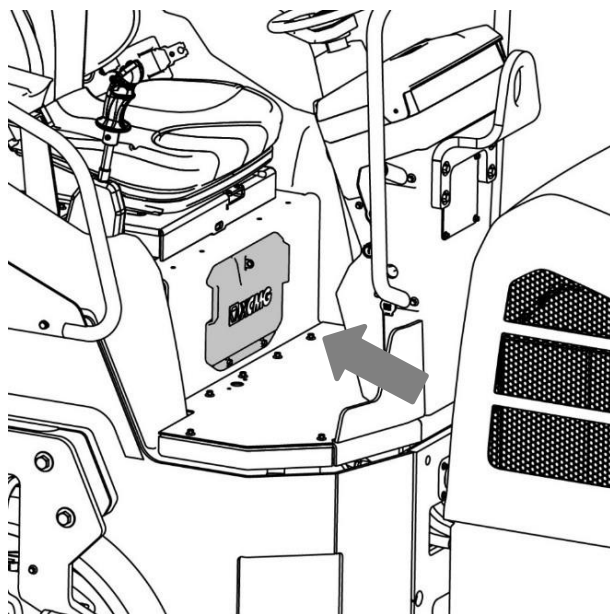

Рисунок 1-1: Место для хранения данного руководства на машине находится в ящике для хранения под сиденьем.
- Следует всегда обеспечить оператору и обслуживающему персоналу данное руководство на машине. Хранить его в назначенном месте хранения (см. рисунок 1-1).